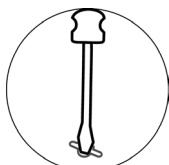

Рисунок 4
9.4 Датчик будет периодически включать индикатор зеленым цветом, что свидетельствует о его нахождении в режиме «Связывание». При отсутствии указанной индикации замкните проводящим предметом контакты RESET (рис.4) на 2-3 секунды.